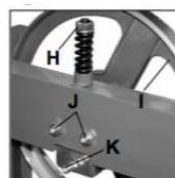
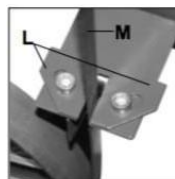

Figure 6
Figure 7
Tourner l'écrou (H) dans le sens antihoraire diminue la tension sur la roue motrice (I), ce qui vous permet de régler l'alignement de la lame ou de remplacer entièrement la lame. (Figure 6)
Une fois que la partie supérieure de la lame est réglée, la partie inférieure devra être ajustée. Tout d'abord, desserrez les deux vis à tête creuse pour régler les plaques de guidage (L), en veillant à laisser un espace d'au moins 1 mm entre les bords des plaques de guidage et de la lame de scie (M) (Figure 7). Tourner l'écrou (H) dans le sens antihoraire diminue la tension sur la roue motrice (I), vous permettant de régler l'alignement de la lame ou de remplacer entièrement la lame (Figure 6).